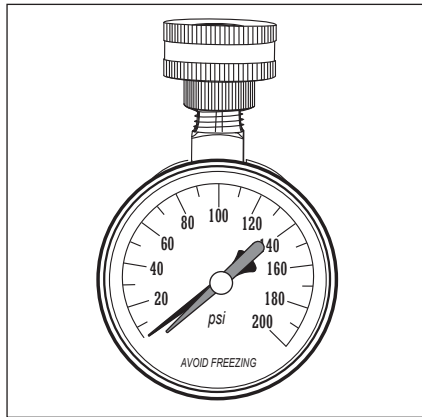

Figura 5 - Use un manómetro para agua para asegurarse de que la presión del agua de su hogar no sea demasiado alta.
- Manómetro de agua (Figura 5 en la página 7)
Recomendamos verificar la presión del agua de su casa con un manómetro (Figura 5). La mayoría de los códigos permiten una presión máxima de entrada de agua de 80 psi/551 kPa. Recomendamos una presión de trabajo que no sea superior a 50-60 psi/345-414 kPa.